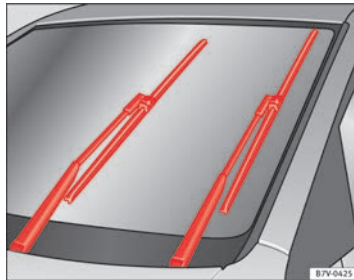

Abb. 129 Scheibenwischer in Servicestellung
- Die Zündung ein- und wieder ausschalten und anschließend (vor Ablauf von ca. 9 Sekunden) den Scheibenwischerhebel auf die Position Tippwischen stellen. Die Scheibenwischer stellen sich in die Servicestellung ⇒ Abb. 129.